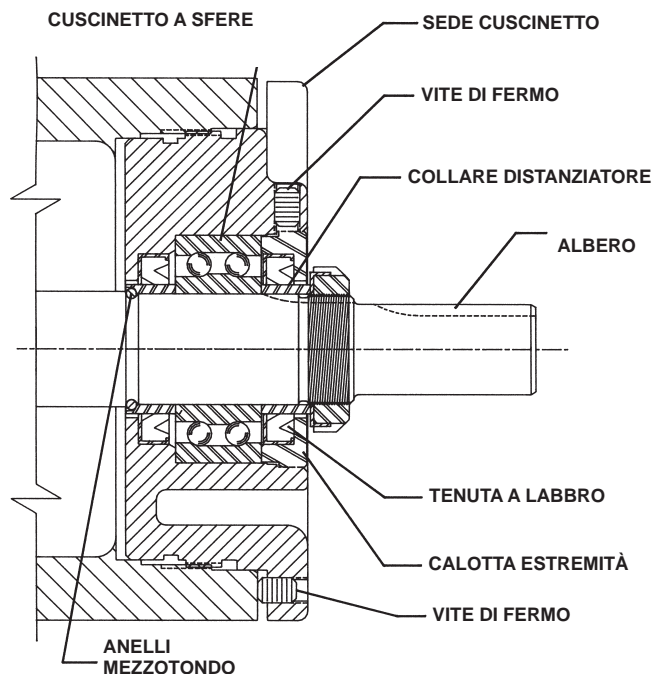

FIGURA 8
4. Allentare due viti di fermo sulla parte frontale della sede del cuscinetto e rimuovere il gruppo della sede dei cuscinetti dalla staffa. **Vedere la figura 8.**